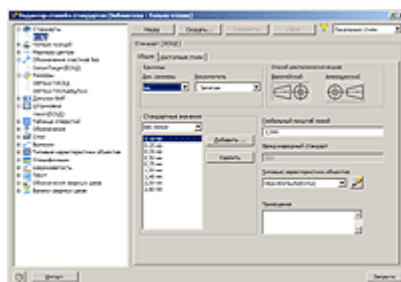

Рисунок 14
14. Настроить стили оформления чертежа можно в редакторе стилей и стандартов, который вызывается из главного меню «Формат» — «Редактор стилей». Можно создать, как свой пользовательский стиль оформления, так и отредактировать и сохранить уже существующий (см. Рисунок 14).